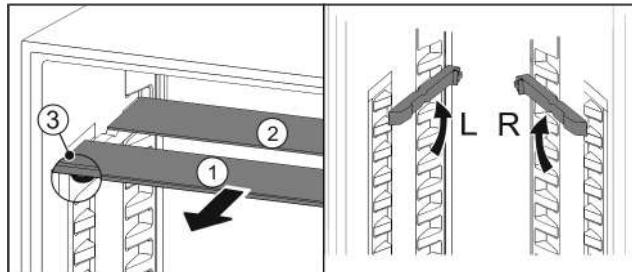

Fig. 20
- Посуньте Fig. 20 (1) скляну панель вперед.
- Скляна панель Fig. 20 (1) з декоративною планкою лежить спереду.
- Стопори Fig. 20 (3) показують вниз.